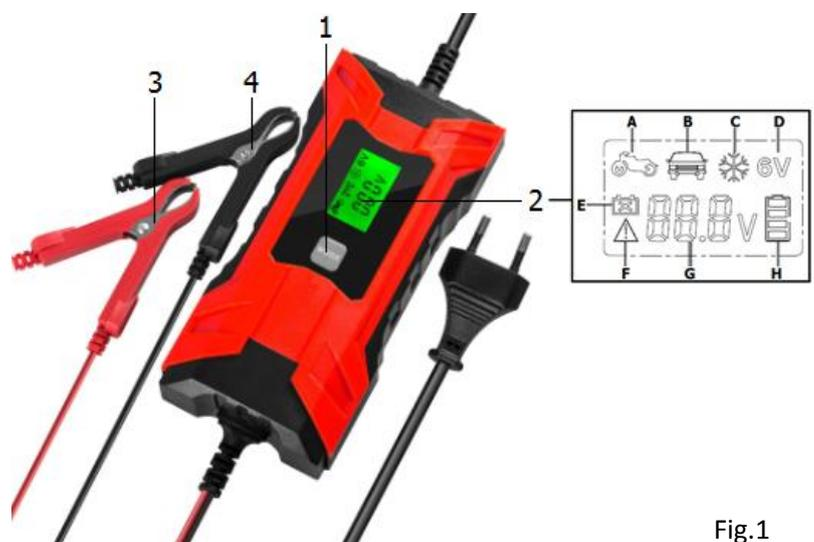

Fig.1
4. Druk op de MODE-knop om de laadmodus te selecteren, langzaam laden: 2A (A, fig.1), snel laden: 4A (B, fig.1) of Winter-modus: 4A (C, fig.1) bij een temperatuur tussen -20°C en +5°C. **LET OP! Gebruik de acculader nooit om een bevroren accu te laden.**